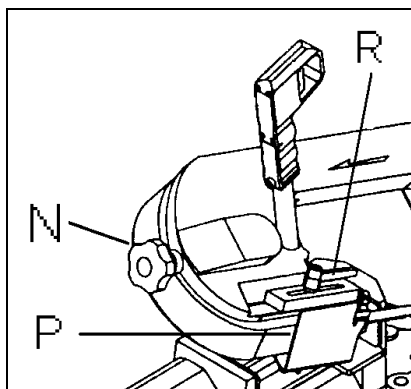
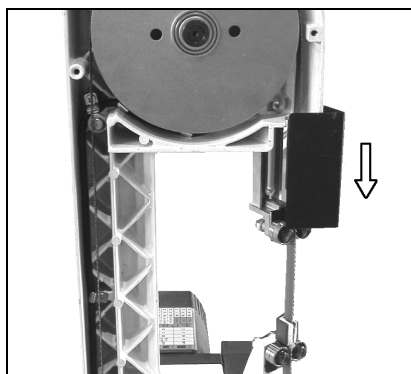

Fig 4
Fig 5
Lösen Sie den Indexiergriff (R, Fig 4) und senken Sie die Bandführung (P) soweit als möglich ab (Fig 5).
Lösen sie den Indexiergriff (R, Fig 4) und stellen Sie die Sägebandführung soweit als möglich an das Werkstück heran. Klemmen Sie den Indexiergriff.